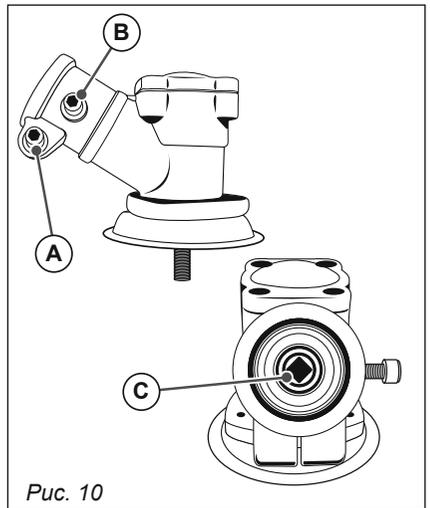

Рис. 10
11.4. Смазка редуктора (рис. 10)
Для демонтажа редуктора ослабьте винт (а), выкрутите винт (В), сдвиньте редуктор вперед (рис. 10).